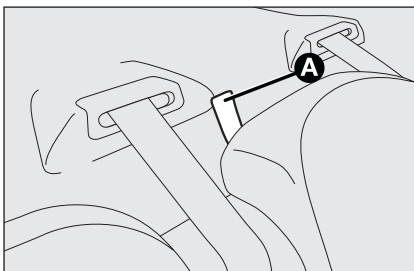

fig. 90
- tirer vers le haut les dispositifs de blocage **A fig. 90** pour débloquer la partie gauche ou droite du dossier et l'accompagner sur le coussin.
- tirer vers le haut les dispositifs de blocage **A** - **fig. 90** pour débloquer les dossiers et les accompagner sur le coussin.